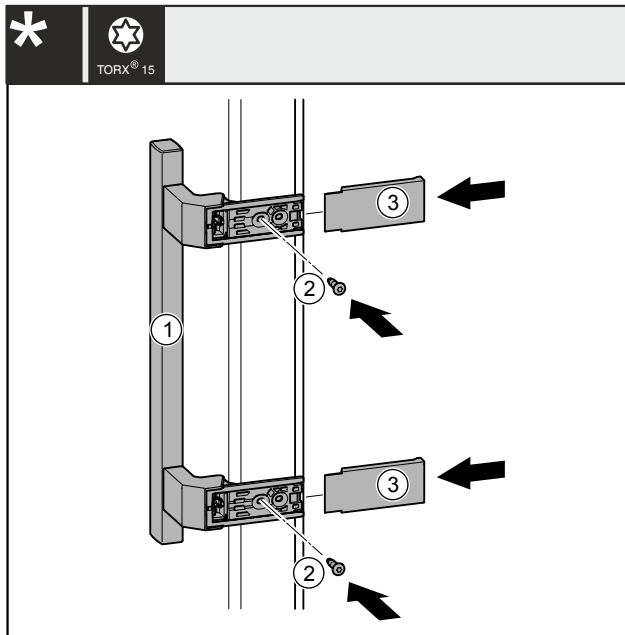

Fig. 41
- Placer la poignée Fig. 41 (1) du côté opposé.
- Serrer les vis Fig. 41 (2) avec un tournevis.
- Placer les caches Fig. 41 (3) sur le côté et les faire glisser afin de les enclencher.